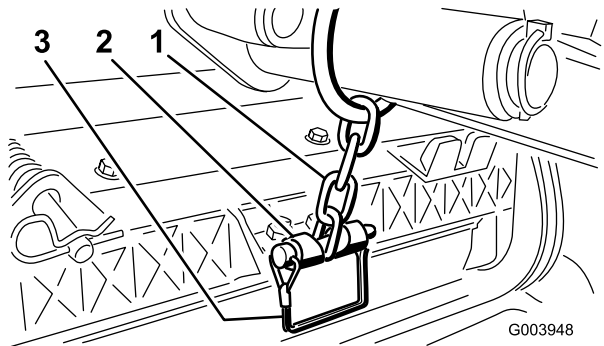

Figure 9
12. Fixez la chaîne du bras de relevage au support de la chaîne avec la goupille élastique (Figure 9). Utilisez le nombre de maillons mentionné dans le Manuel de l'utilisateur du plateau de coupe.